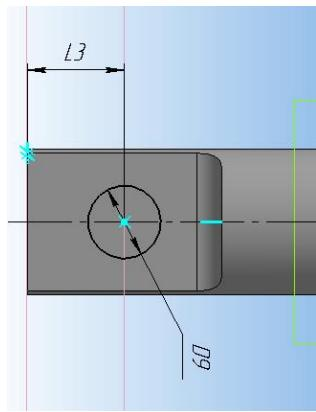

Рисунок 46.
- 16.На расстояние размера **L3** выполните окружность радиуса **D9** согласно вашему варианту (рисунок 46).